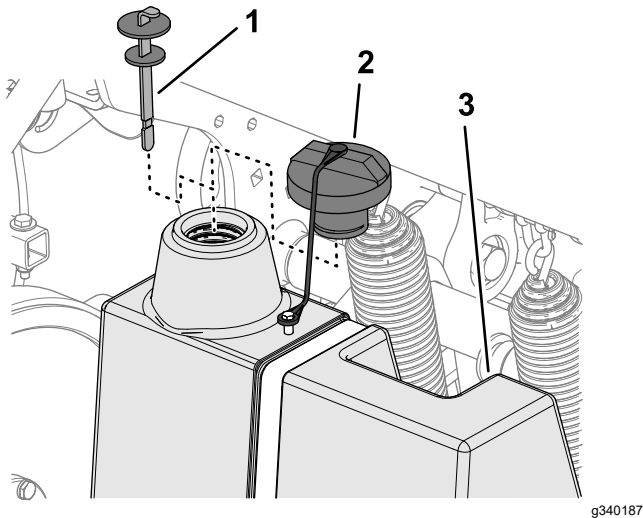

Figura 168
3. Pulite la zona intorno al collo del bocchettone e il tappo del serbatoio idraulico (Figura 168). Togliete il tappo dal collo del bocchettone.